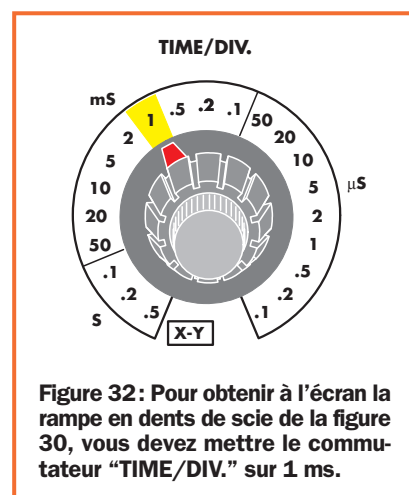

Figure 32: Pour obtenir à l'écran la rampe en dents de scie de la figure 30, vous devez mettre le commutateur "TIME/DIV." sur 1 ms.
- Mettez maintenant le commutateur TIME/DIV. sur la valeur 1 ms (figure 32).